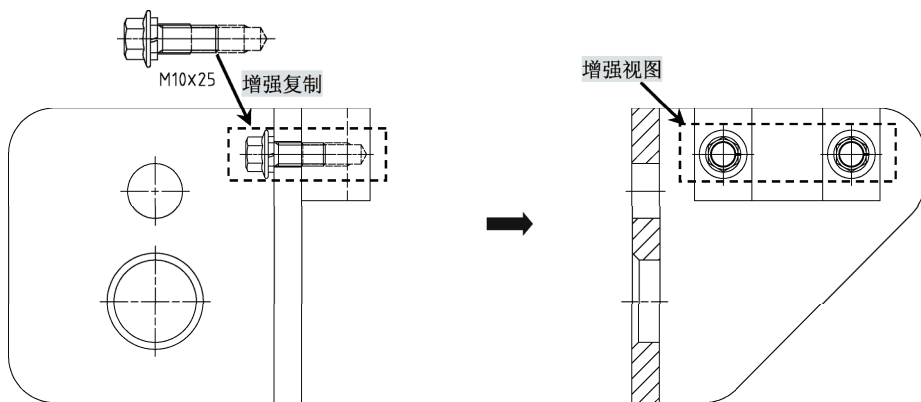

图 7-42 绘制螺钉相关视图
4) 执行“增强复制”命令 (ampowercopy), 将“M10×25”螺纹复制到“支架”的“前视图”上; 再执行“增强视图”命令 (ampowerview), 在“支架”的“左视图”中添加“M10×25”螺钉的“俯视图”, 如图 7-42 所示。